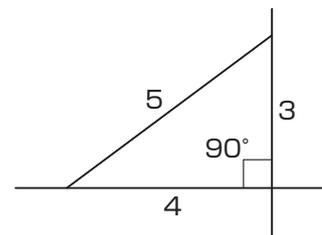

図1-2 直角出し寸法
- ①「3 基本寸法と各部名称」を参照して本体の取付位置およびフロアの高さを決めてください。
- ②前面・両側面に丁張を組んでください。
- ③躯体に柱寸法の印をつけ、図1-2の方法で直角をだし、束柱の位置を出してください。
- ④束柱の位置から、両側の柱位置を決めてください。
- 各コーナーの直角を定規、図1-2の方法等で割り出してください。